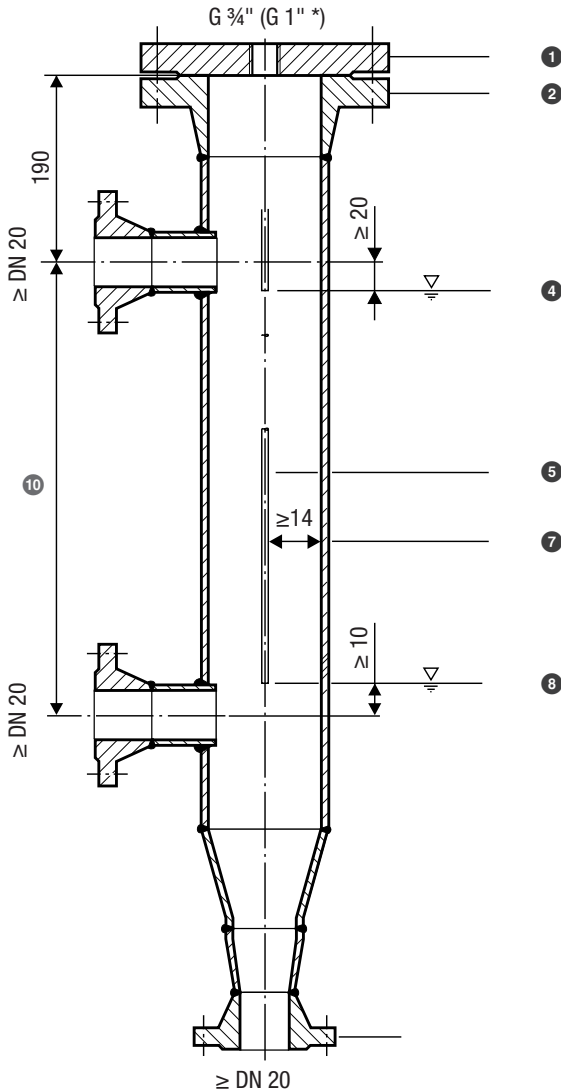

Fig. 18
- Respectez les dégagements minimaux lors du montage de l'électrode de niveau, voir les exemples de montage Fig. 15 à Fig. 18.
Légende Fig. 15 à Fig. 18
- Fig. 18 : Bride (PN 40, 63, 60, 320) DIN EN1029-01
- ❷ Tubulure de raccordement
- ❸ Orifice d'équilibrage (placer l'orifice aussi près que possible de la paroi de la chaudière !)
- ❹ Niveau d'eau haut (NH)
- ❺ Tige d'électrode, $d = 8$ mm
- ❿ Fig. 18 : Distance centre à centre de la tubulure de raccordement